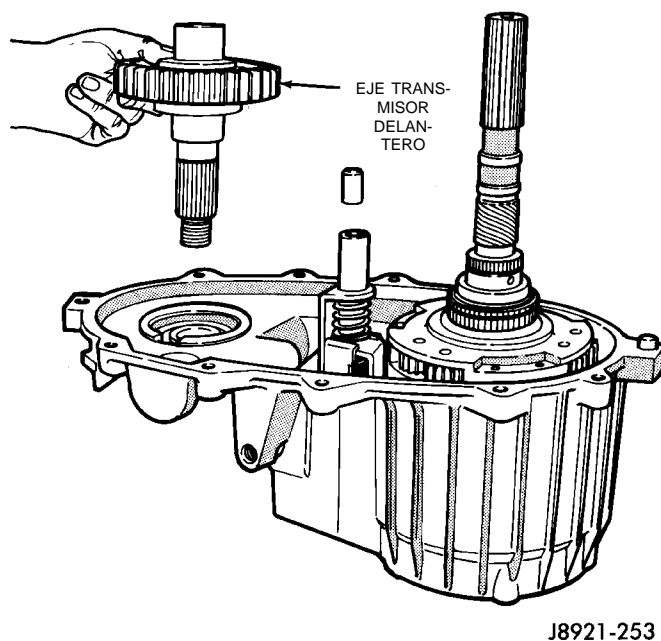

Fig. 25 Retiro del eje transmisor delantero
(3) Retire el eje transmisor delantero (Fig. 25).